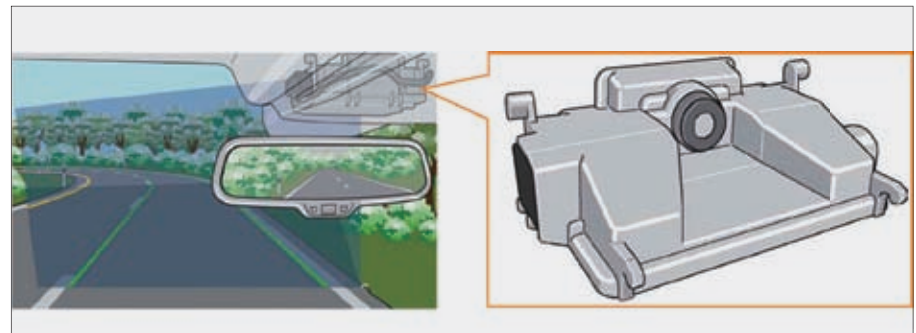

图2 多功能摄像头的安装位置
多功能前置摄像头内置在后视镜下方(图2),其具有以下特征:①采用彩色摄像头,分辨率为1024×512像素;②视域范围与系统有关,最大为800m;③水平方向上的探测角度为42°,垂直方向为21°。